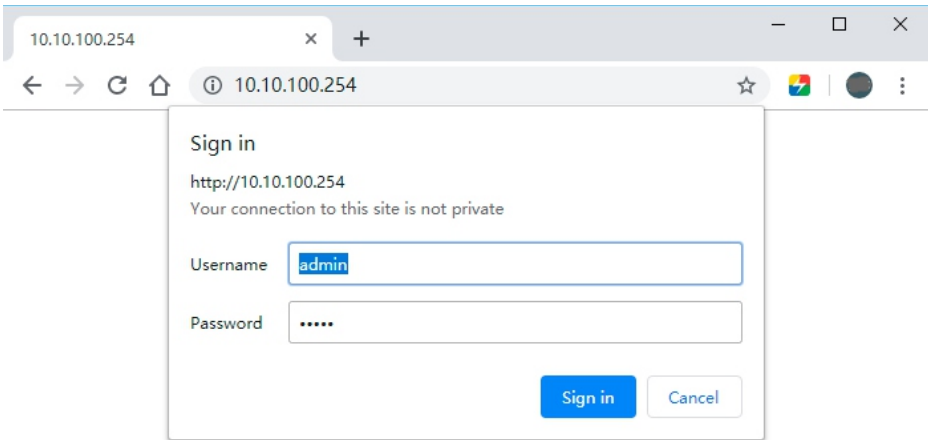

Рисунок 1-8
3. Подключите ПК к модулю C215: Используйте ПК для подключения сигнала «USR-C215» (пароль не требуется). После связывания откройте браузер и введите IP-адрес «10.10.100.254», затем нажмите клавишу Enter на клавиатуре. Затем введите имя пользователя и пароль для входа в систему. Имя пользователя и пароль — «admin». (рис. 1-8).